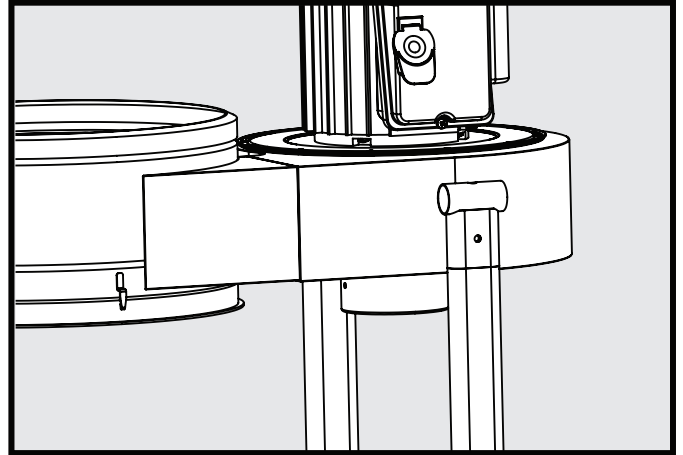

FIGURE 6
3. Les supports arrière du boîtier du souffleur viennent se placer à l'intérieur des attaches du boîtier du souffleur, tel illustré (Fig6).